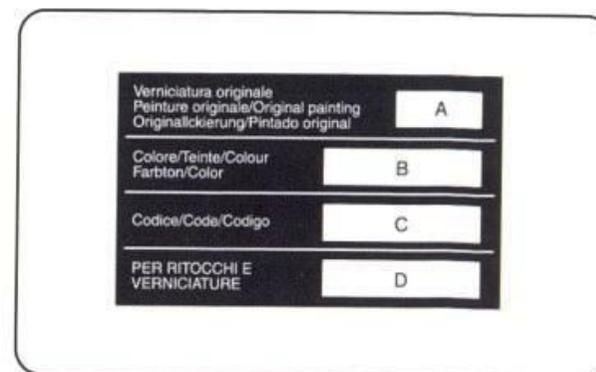

рис. 3
**МАРКИРОВКА КУЗОВА (РИС. 3)**
**ИДЕНТИФИКАЦИОННАЯ ТАБЛИЧКА С ДАННЫМИ ЛАКОКРАСОЧНОГО ПОКРЫТИЯ (рис. 3)**